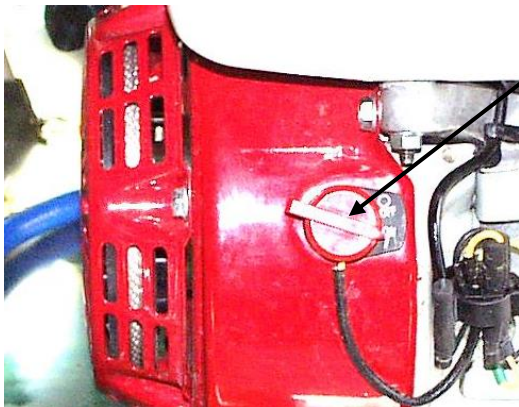

Bild 2
- Starthebel auf ON stellen (Bild 2)